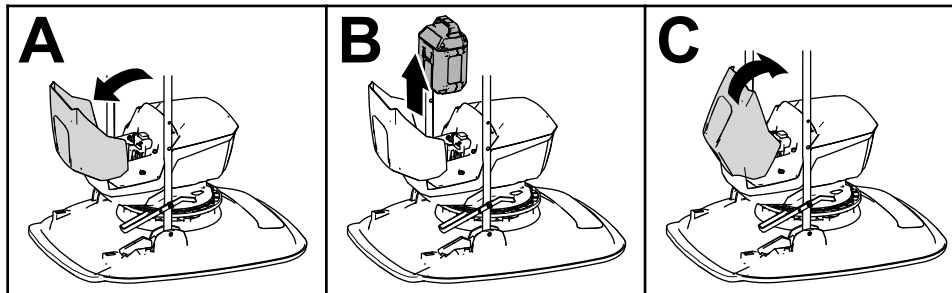

Рисунок 18
2. Відкрийте кришку відсіку акумуляторної батареї (Рисунок 18).